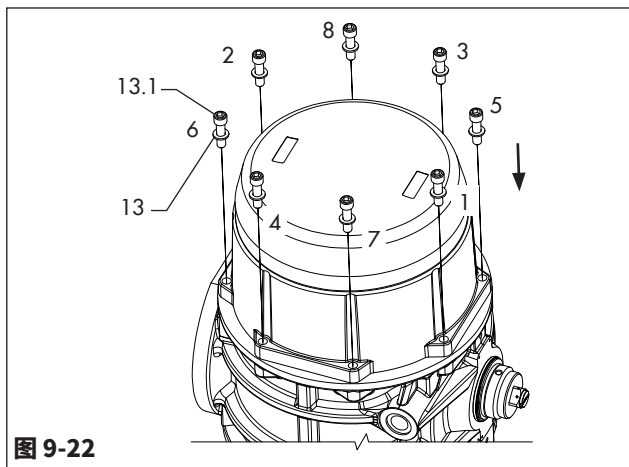

图 9-22
- 按照图9-22所示顺序, 将带帽螺钉 (13) 每次部分紧固1圈, 从而固定端盖 (30)。
- 遵守图9-22所示的规定顺序。
- 按照图9-22所示顺序, 将每个螺钉每次拧紧1圈, 从而完成端盖螺钉 (13) 的紧固。